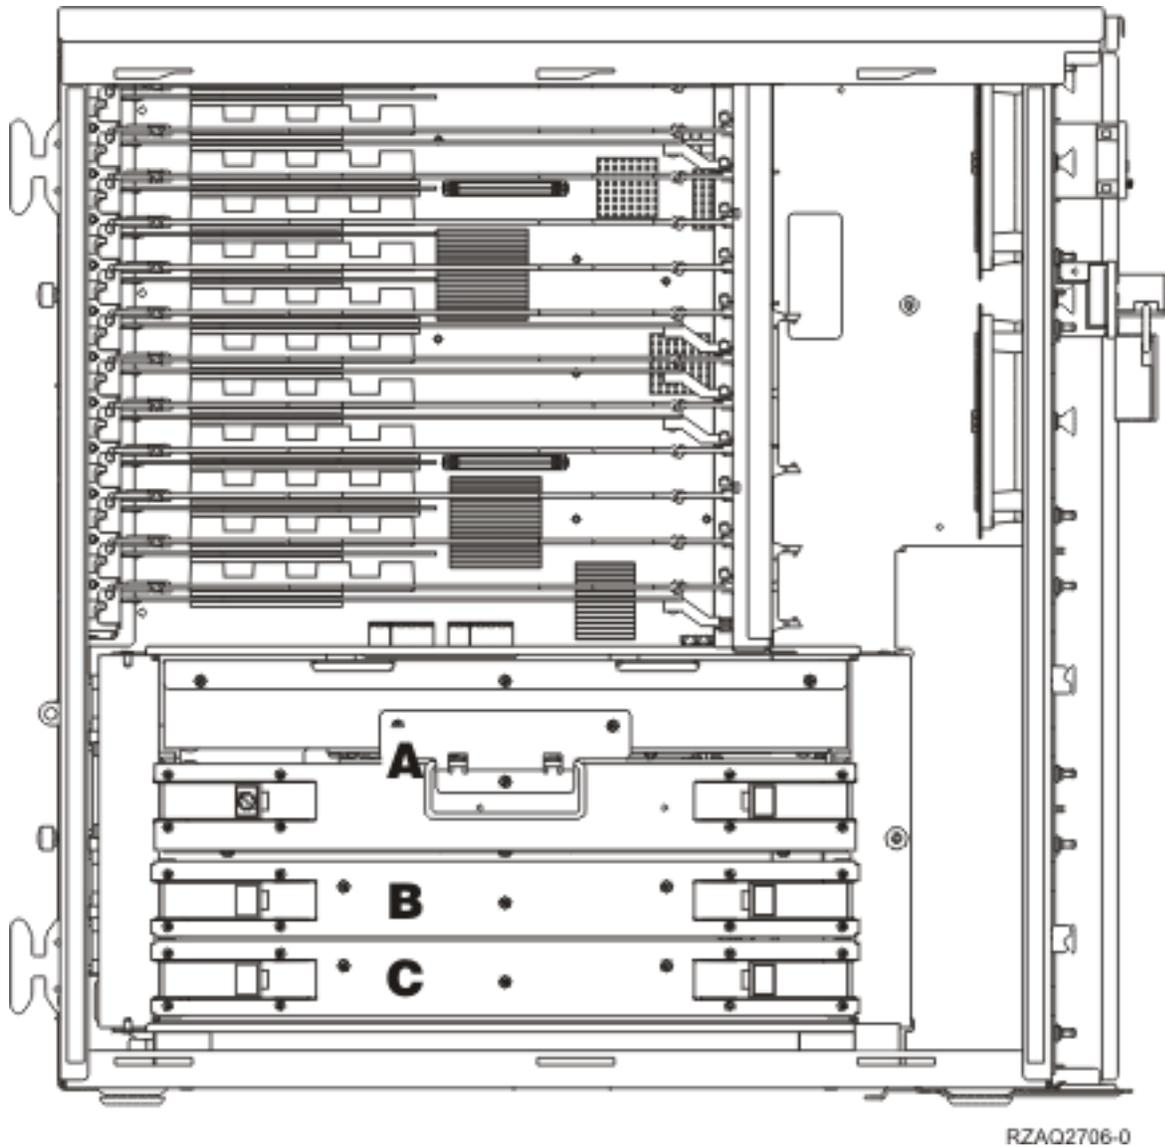

Figura 25. Localização de conjuntos de placas na unidade do sistema 820
- \_\_ a. Abra os dois trincos da 2884 até o conjunto de placas “sair” ligeiramente. Consulte o Figura 25 na página 31 **B** .